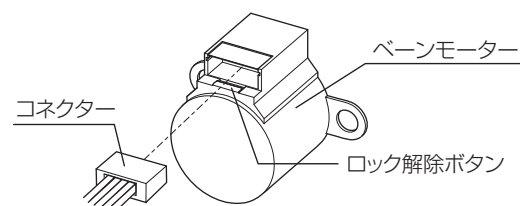

図18-4
- 2) ベーンに接続しているコネクタを外します。コネクタはロックされていますのでロック解除ボタンを押しながらコネクタを外します。(図18-4)